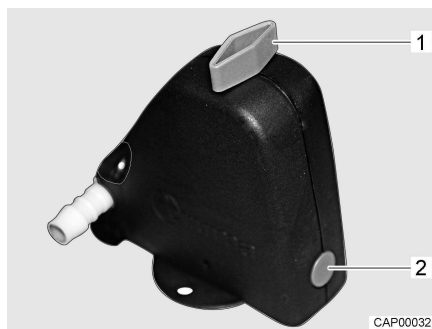
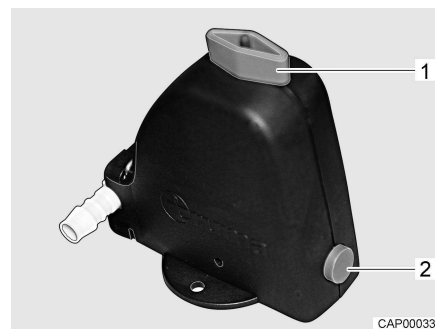

Bild 101 Säkerhets-/avtappningsventil stängd
Bild 102 Säkerhets-/avtappningsventil öppen
- Öppna säkerhets-/avtappningsventil (Bild 101). Vrid vredet (Bild 101,1) mot säkerhets-/avtappningsventilen. Tryckknappen (Bild 101,2) skjuts ut. Den öppna säkerhets-/avtappningsventilen visas i Bild 102.